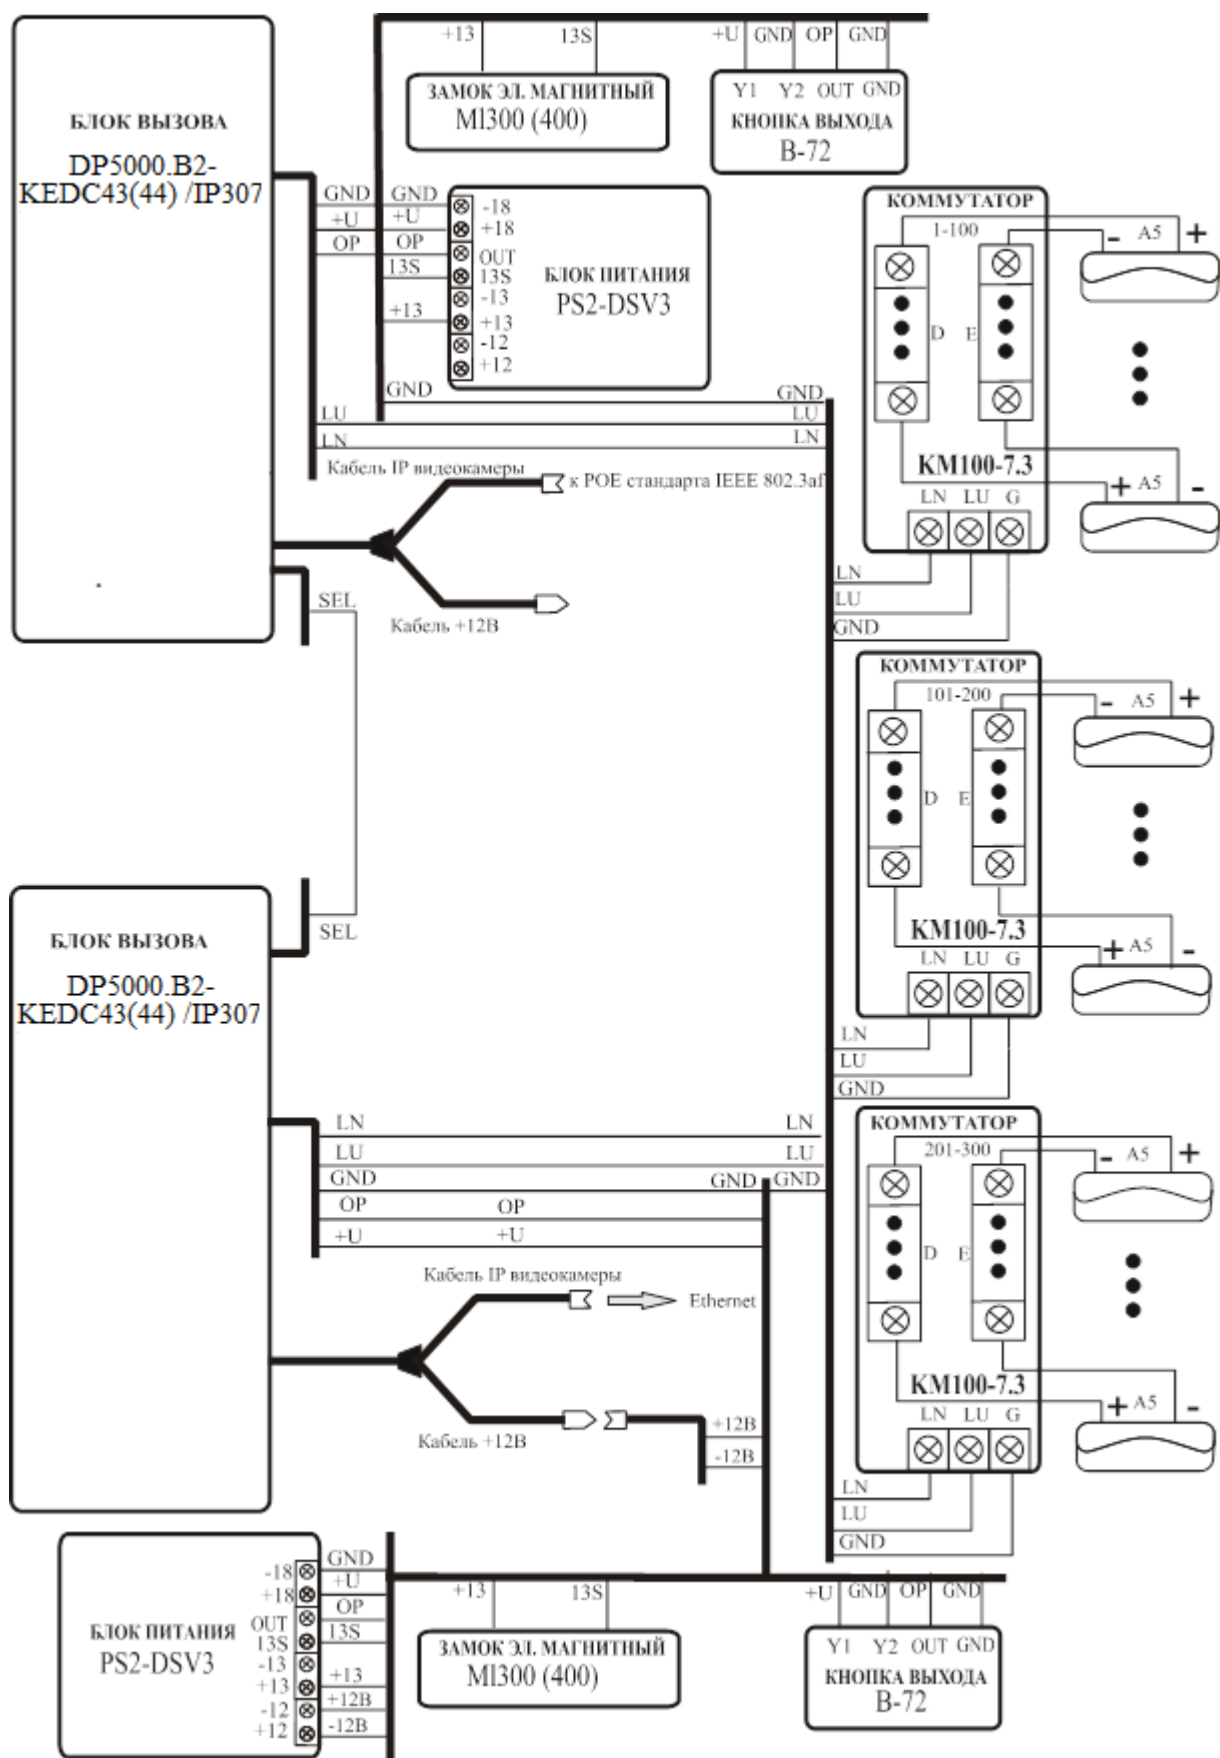

Рис.7 Пример схемы подключения DP5000.B2-KEDC43(44) IP307 в автономном режиме в составе домофонного комплекса (аналог ELTIS303).
Схема подключения БВ DP5000.B2-KEDC43(44) IP307 представлена на рис.7.